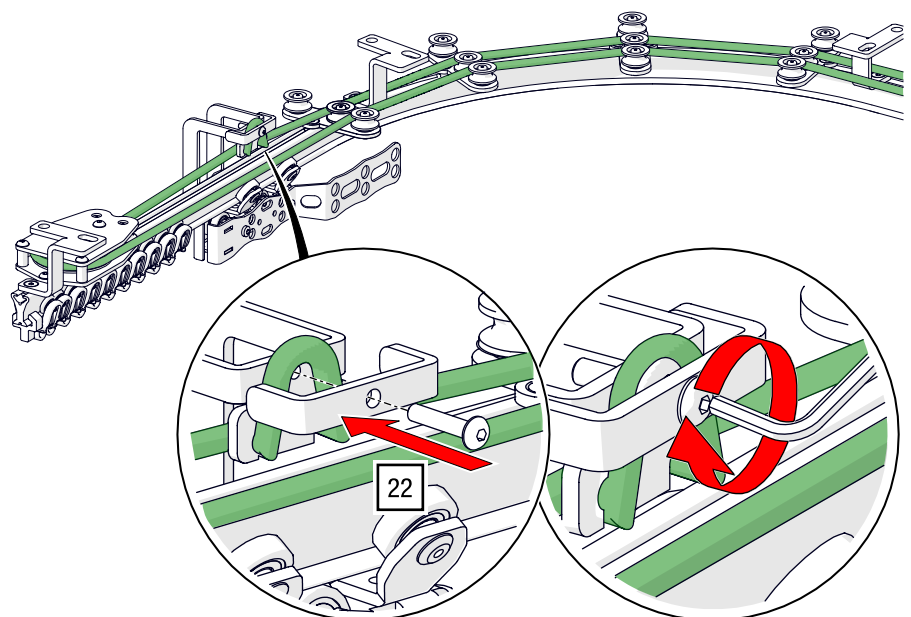

Abb. 84: Obenliegende Seilführung – Seil an zweitem Zugwagen ankleben
22. Verkleben Sie das Seil im zweiten Zugwagen, indem Sie die Schraube mit einem ISK SW 2,5 anziehen (siehe Abb. 84).